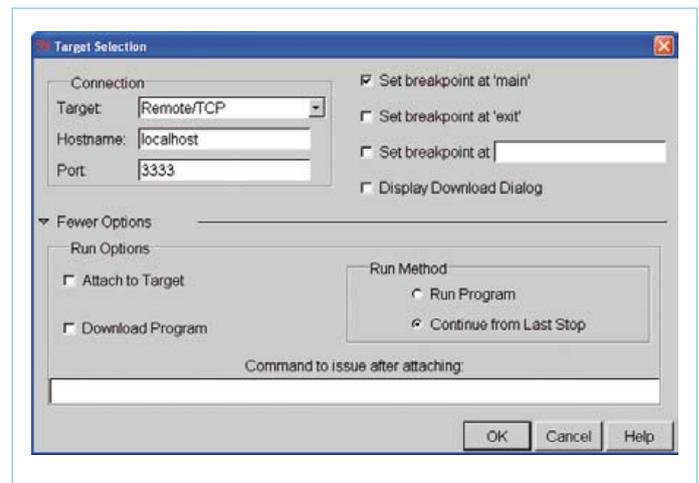

Figure 7. Les paramètres d'Insight qui fonctionnent bien.
- La **figure 7** montre comment paramétrer Insight à la main (File -> Target Settings...).